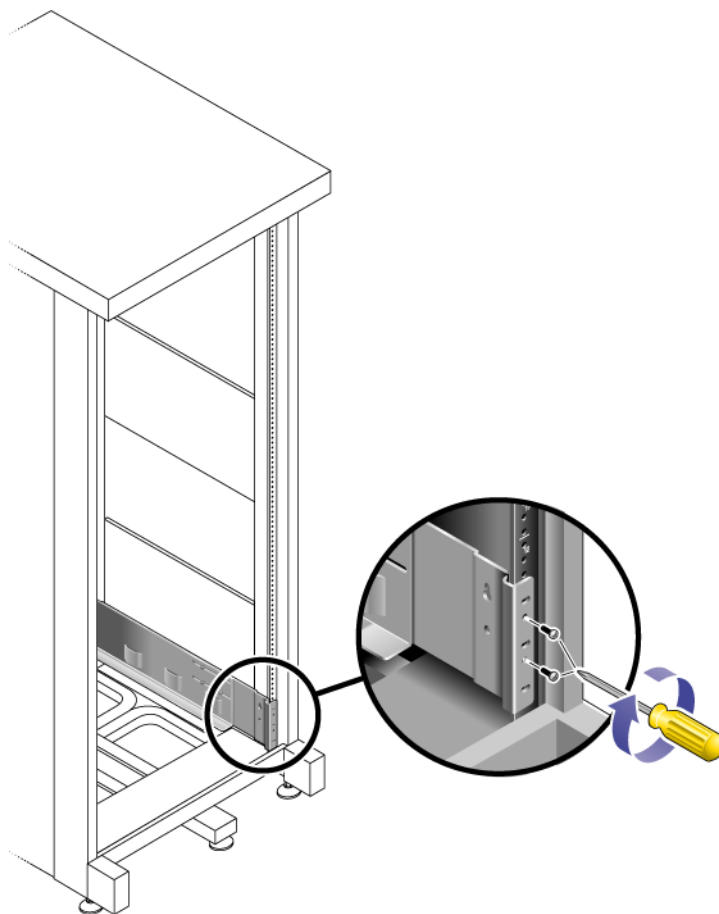

FIGURE 2-6 Fixation du rail gauche à l'arrière de l'armoire
6. Utilisez le tournevis cruciforme n°3 pour insérer et serrer les quatre vis métriques M6 (deux par côté) à l'arrière du rail (FIGURE 2-6).